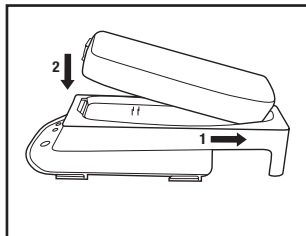

Fig. 2
4. Charge de la pile : S'assurer que les contacts électriques dorés de la pile et du chargeur de pile sont propres, secs et exempts de débris. Insérer le bloc-piles dans le support de charge TR-640 3M^{MC} en faisant tout d'abord glisser l'arrière. Appuyer sur l'avant du bloc-piles pour l'enclencher en place (Fig. 2). La charge débute.